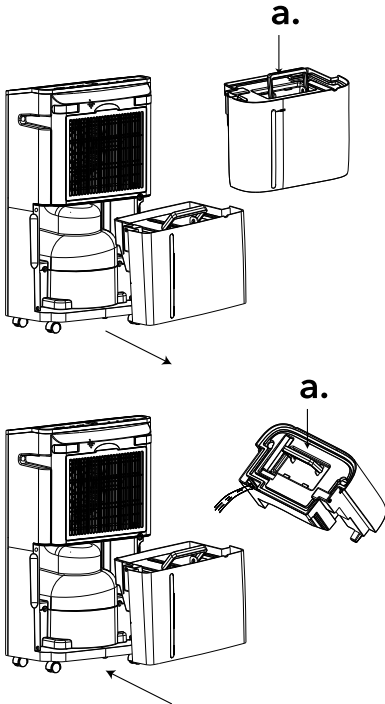

Рис. 3
- **A. Слив вручную (Рис. 3).** Опорожните резервуар для воды вручную.